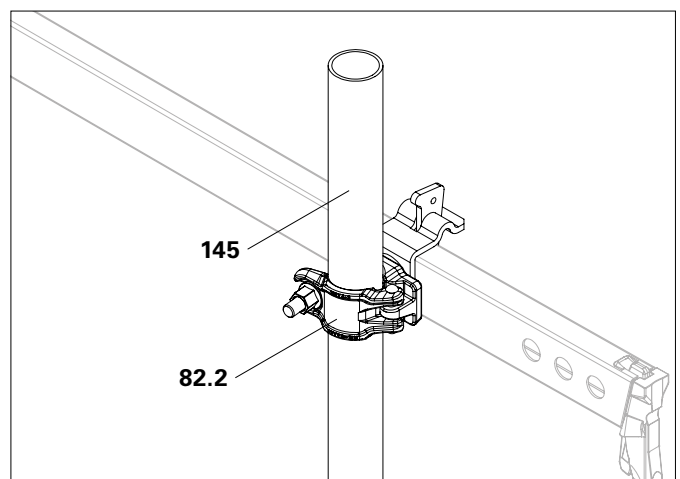

Abb. A10.04c
- Gerüstrohr (**145**) in Rohrkupplung (**82.2**) montieren. (Abb. A10.04c)